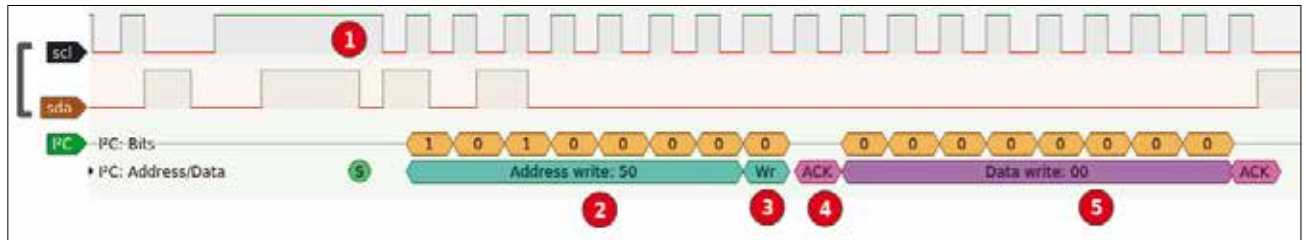

FIGURE 10 Décodage d'une communication I²C sous Pulseview.
Une seule ligne de données étant utilisée, l'émission et la réception de données se font de manière alternée. Le chronogramme de la figure 10 montre les différentes étapes de la communication. Le contrôleur initie la communication (1) au travers d'une séquence spéciale sur les lignes SDA et SCL puis indique l'adresse du périphérique (2) et le type d'opération souhaitée (3). Ce dernier acquitte bonne réception (4), et le contrôleur envoie sa donnée (5).